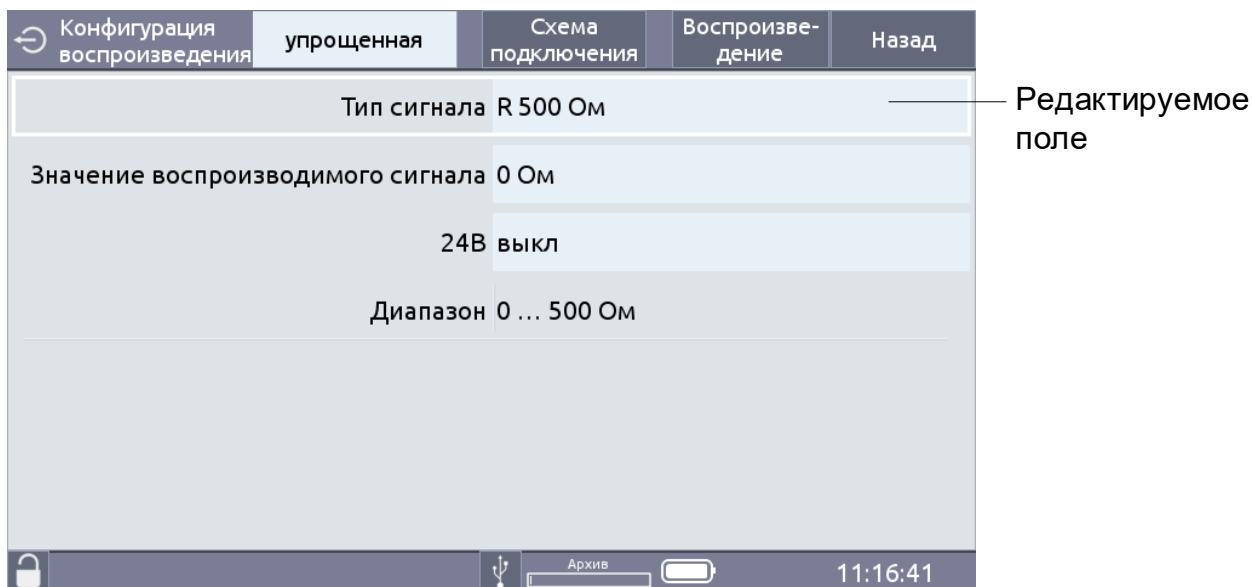

Рисунок 2.4
2.5.3.1 Для ввода значений параметров конфигурации в меню ИКСУ-3000 предусмотрено редактируемое поле (см. рисунок 2.4).